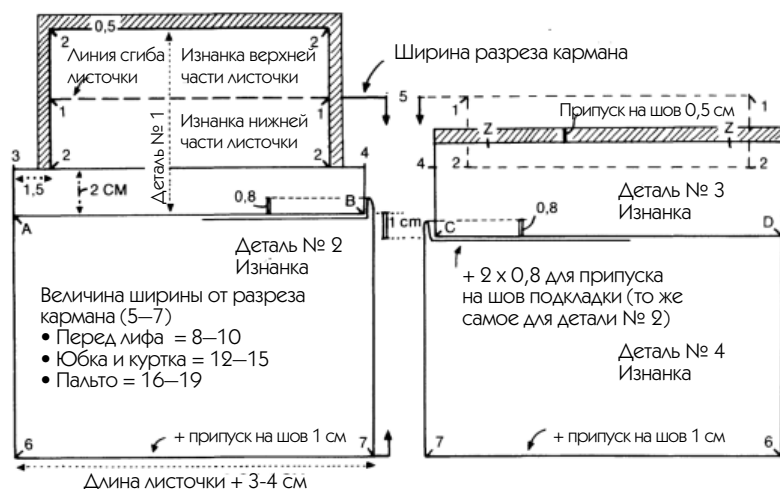
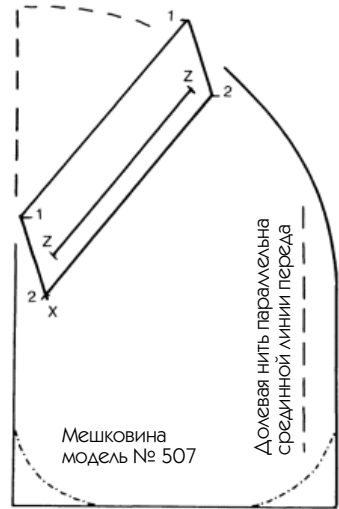

Рис. 494
Рис. 509
3. Лекало листочки и ее мешковины, детали 1 и 2. См рис. 494.
— Затем проведите границу мешковины (линия от 6 до 7) согласно обозначениям, данным на схеме: их нужно измерить от прорези кармана, т. е. точки 5, рис. 494.
4. Лекало подзора и мешковина, детали 3 и 4. См. рис. 494
2. Сравните рис. 506 и рис. 494, и вы обнаружите, что на примере, помещенном напротив, детали 1 и 3 были просто опрокинуты относительно деталей 2 и 4.
3. Перейдите к предыдущему разделу, чтобы воспроизвести в натуральную величину изделие, изображенное на рис. 494. Прочитайте про крой и обработку необходимых деталей (пункты 1—4).
— Начиная с точки X и ориентируясь по линии, параллельной срединной линии переда, скопируйте листочку, начерченную на лекале изделия (рис. 509, точки 1/1 и 2/2) (т. е. те же точки, что на рис. 494 и 506, для облегчения сравнения).
— Скопируйте мешковину кармана и линию от Z до Z (как показано на рис. 509) и сверху добавьте припуск на шов 0,5 см.